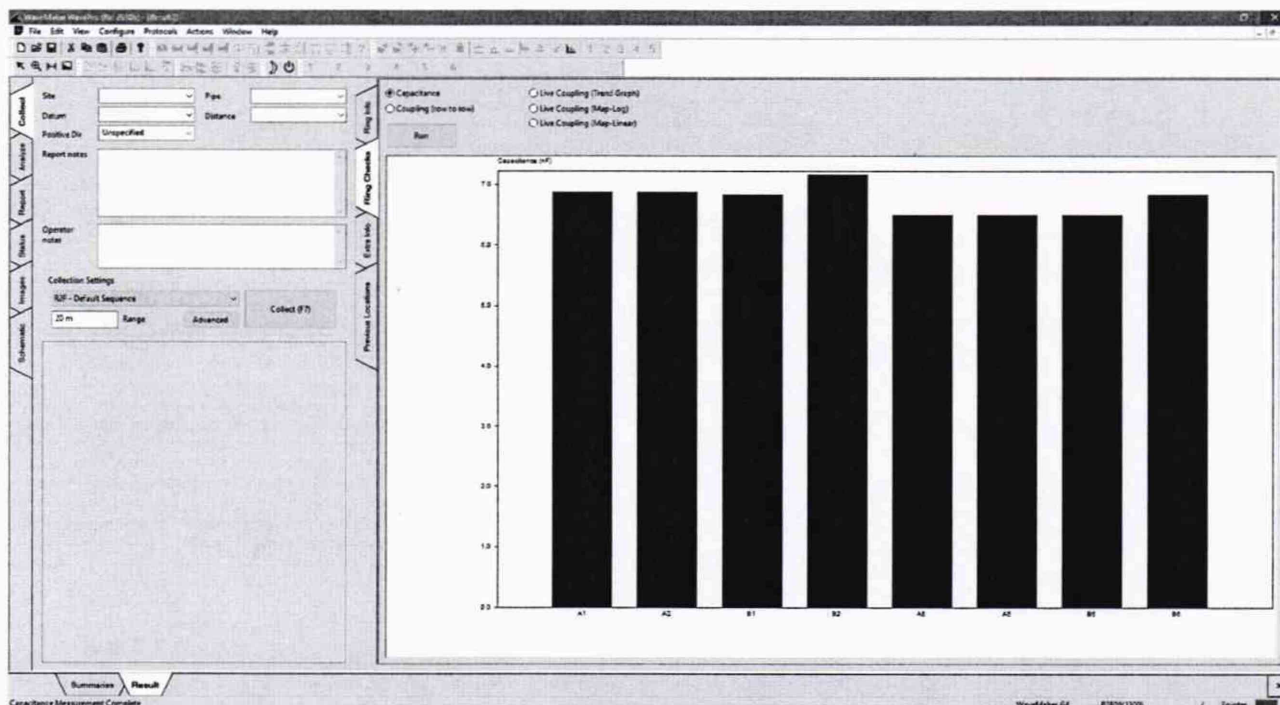

Рисунок 2
8.3.4 Выполнить измерителем Wavemaker самодиагностику, выбрав вкладку «Rings Checks» и затем нажав кнопку «Run». В процессе проведения самодиагностики измеритель Wavemaker выполняет проверку ёмкости и трассировки кабеля, колец с преобразователями и электронной схемы прибора. Результаты самодиагностики представляются в виде пары столбчатых диаграмм. Каждый канал, характеристики которого выходят за пределы номинального диапазона, будет выделен. Такие каналы необходимо записать и пометить для ремонта (рисунок 2).